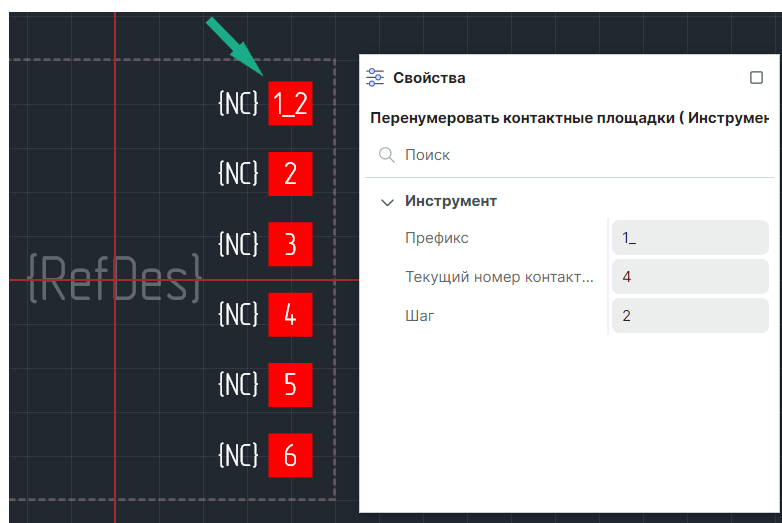

Рис. 141 Начало переименования контактных площадок
4. Указанной контактной площадке будет присвоен новый номер с учетом настроенных параметров, определенных на панели «Свойства», см. Рис. 141.
Пример! На Рис. 141 зеленые стрелки отображают очередность перемещения при переименовании контактных площадок.